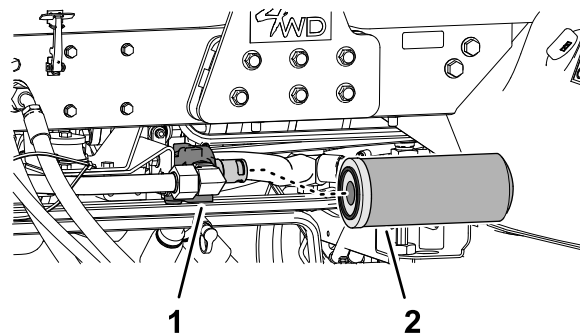

Рисунок 153
1. Очистите поверхность вокруг фильтра линии возврата и головки фильтра (Рисунок 153).